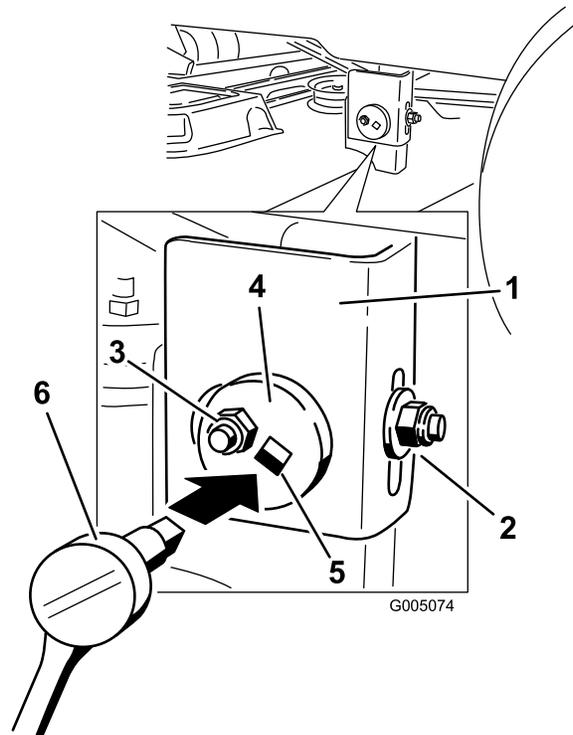

Figura 57
6. Vaya al lado izquierdo de la máquina. Afloje, pero no retire, la tuerca de bloqueo trasera de la barra de soporte (Figura 57).
7. Afloje la tuerca de bloqueo lateral de la barra de soporte lo suficiente para permitir ajustar la placa excéntrica (Figura 57). Utilice una llave de extensión de 3/8 pulg. de una llave de tubo para manipular la placa excéntrica. Utilice la llave para ajustar la altura de la carcasa del cortacésped hasta que la diferencia entre las medidas
8. Cuando la carcasa esté en la posición deseada, apriete la tuerca de bloqueo lateral de la barra de soporte para fijar la posición nueva (Figura 57). Apriete la tuerca de bloqueo trasera de la barra de soporte.